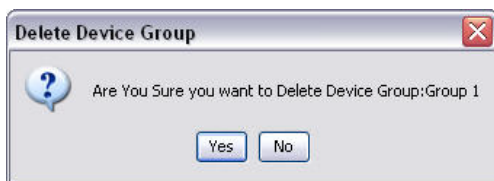

FIG. 131
- c. Selecteer opnieuw met de muis de groepsmap aan de kant van het Matrix-systeem op het scherm. Klik op de knop Groep verwijderen. Er wordt u gevraagd of u zeker bent dat u de apparatengroep genaamd: "X" (in FIG. 131 hieronder, de map is genaamd Groep 1) wenst te verwijderen. Klik op Ja om de groepsmap te verwijderen of op Nee als u de map niet wilt verwijderen.